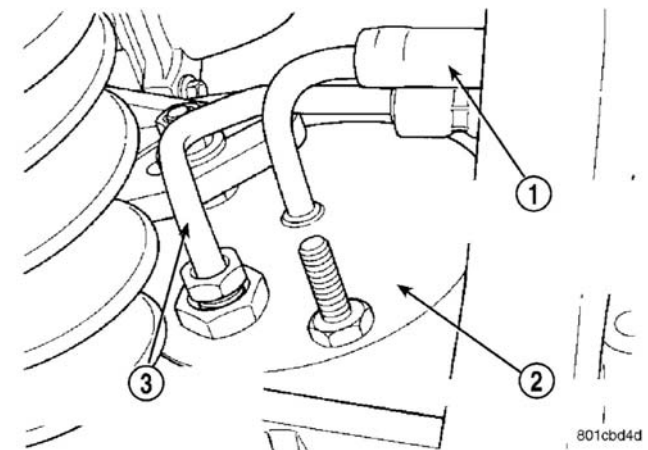

图 6 动力转向液压力软管及回流软管
- （11）从动力转向泵卸下动力转向液压力管路（图 6）。从管路排出额外的动力转向液。
（7）将动力转向液压力管路安装到动力转向泵的输出接头上（图 6）。将连接压力管路与泵接头管的螺母拧紧至 31 N.m（275 in.lbs.）扭矩。
（8）将动力转向液低压回流软管安装到动力转向泵低压接头上（图 6）。确保软管夹重新安装正确。